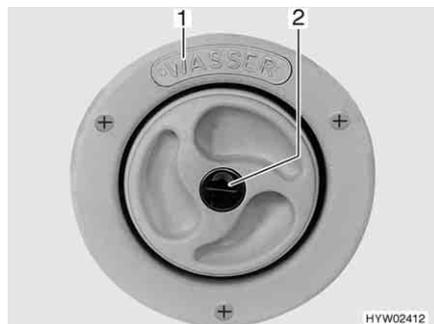
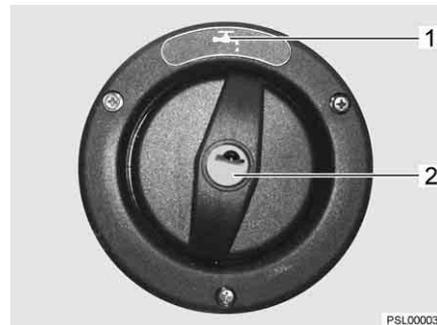

Fig. 32 Coperchio per bocchettone di riempimento dell'acqua potabile
Fig. 33 Coperchio per bocchettone di riempimento dell'acqua potabile (alternativa)
- ▷ Il bocchettone di riempimento dell'acqua potabile è contraddistinto dalla scritta "WASSER" (acqua) (Fig. 32,1) o con il simbolo "☰" (Fig. 33,1).
- Inserire la chiave nel cilindro della serratura (Fig. 32,2 o Fig. 33,2) e ruotare in senso antiorario.